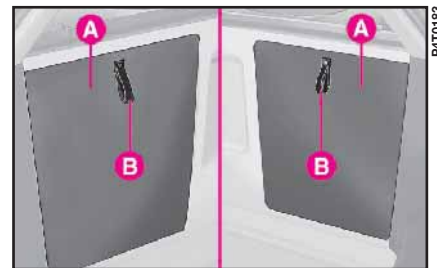

fig. 47
1) Quite la tapa A (fig. 47) de los compartimientos de servicio derecho o izquierdo del maletero, tirando de la manilla B y quítela.